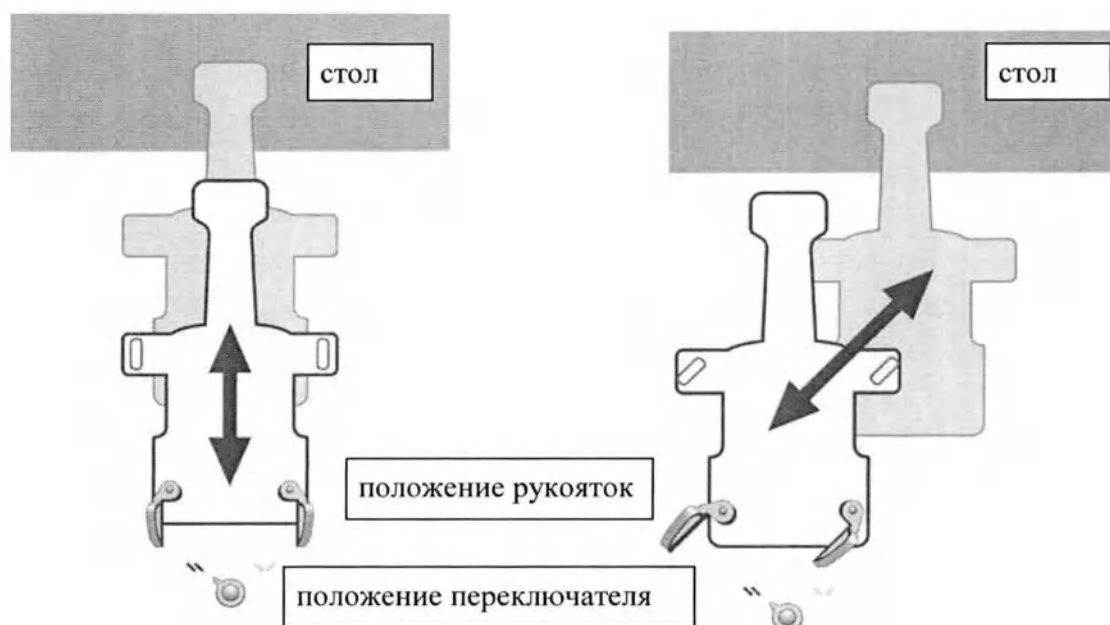

Рисунок 6.5 – Продольное и «косое» перемещение штатива
- для продольного перемещения – параллельно продольной оси основания штатива (см. Рисунок 6.5, слева);
- для перемещения «по косой» – под требуемым углом к продольной оси (см. Рисунок 6.5, справа).